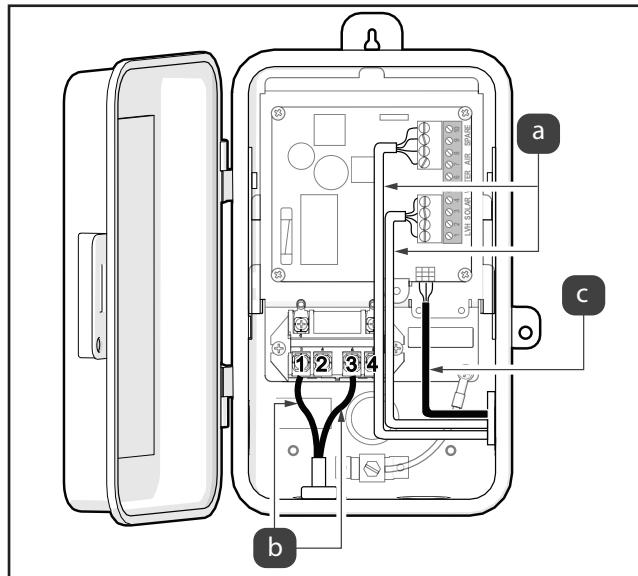

Figura 12. Versión para piscina únicamente; conexión de entradas de línea y cable JVA
- Ubique los dos cables de energía de entrada que provienen del disyuntor; consulte la Figura 12 (a).
- Conecte una entrada de ‘línea’ en el terminal 1 y la otra en el terminal 3; consulte la Figura 12 (b).
- Conecte el cable JVA; consulte la Figura 12 (c).